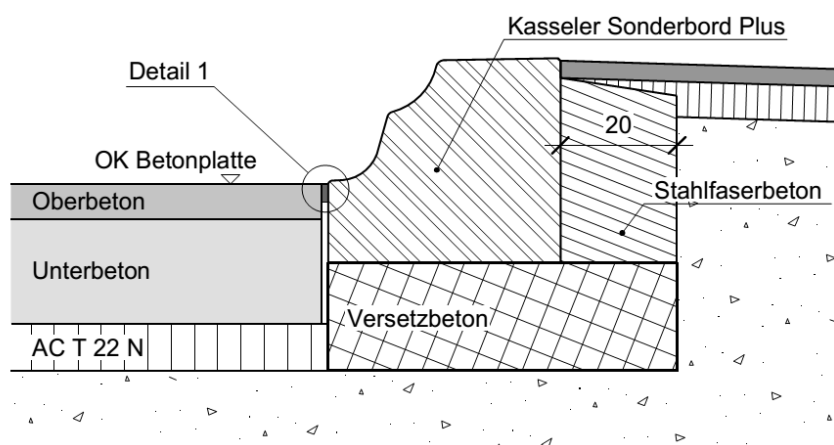

Abbildung 15: Randabschluss mit Kasseler Sonderbord Plus
- Der Randabschluss ist gemäss Detail Abbildung 15 zu versetzen.